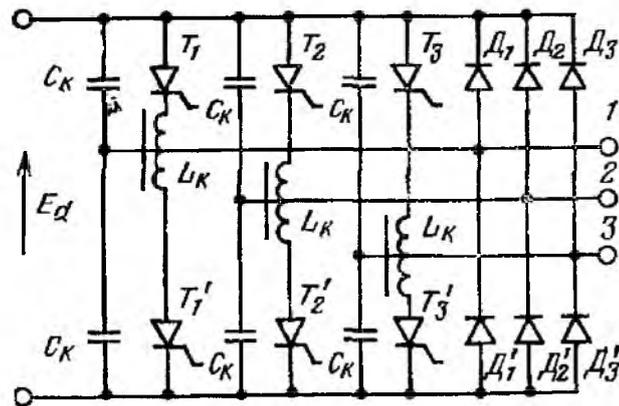

Рис. 23. Трехфазный инвертор со схемой выключения тиристоров последовательного типа
29. Трехфазный инвертор с последовательной схемой выключения тиристорov (рис. 23) питает индуктивную нагрузку, соединенную в звезду. Определить параметры коммутирующих конденсаторов  $C_k$  и индуктивности цепи коммутации  $L_k$ , если  $E_d = 100$  В,  $f = 500$  Гц,  $L = 10$  мГн и  $t_{\text{вос}} = 50$  мкс.